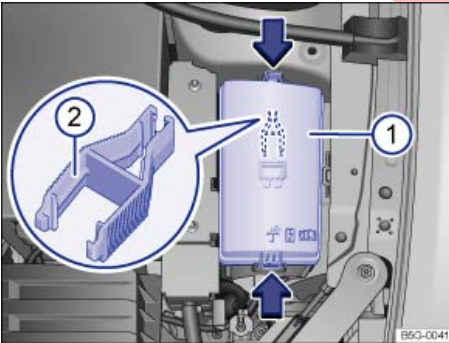

Fig. 280 En el vano motor: cubierta ① de la caja de fusibles con pinza de plástico ②.
- Para desbloquear la cubierta de la caja de fusibles, presione las teclas de bloqueo en el sentido que indican las flechas ⇒ fig. 280 ①.